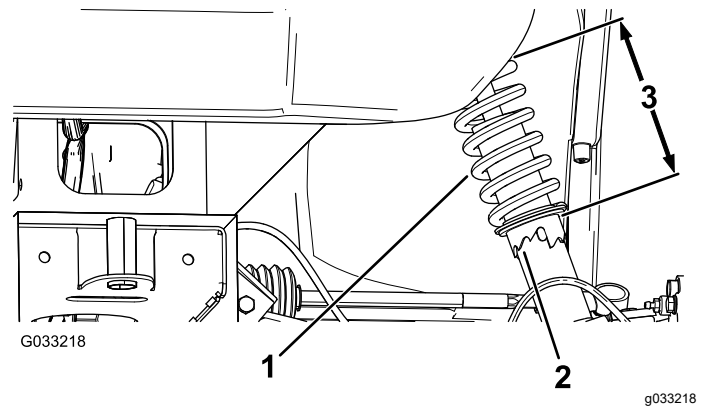

Figure 39
2. Si le carrossage des roues n'est pas correct, utilisez la clé à ergots pour tourner le collet sur l'amortisseur et orienter la roue correctement (Figure 39).